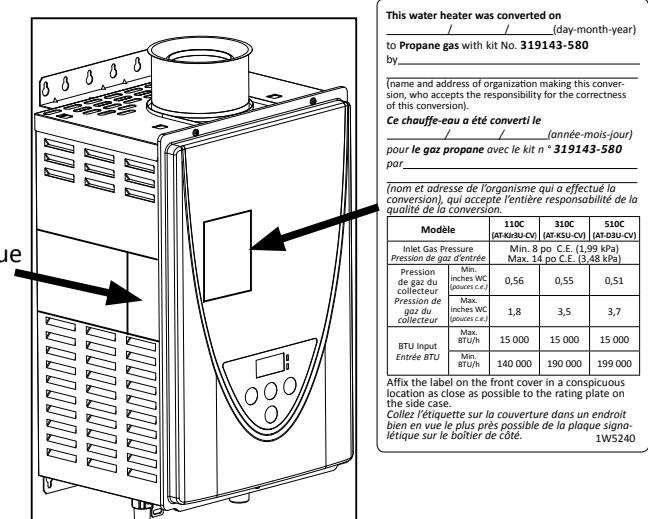

Figure 4
14. Mettre sous tension (ON) et activer l'alimentation de gaz.
21. Compléter tous les items sur l'étiquette de conversion du gaz avec un marqueur permanent. Apposer l'étiquette sur le chauffe-eau tel qu'illustré à la Figure 4.